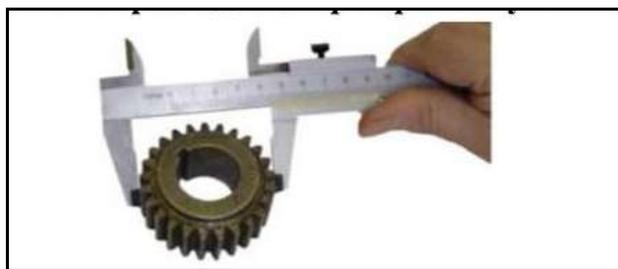

Рис.49 Определение диаметра вершин зубьев колеса
1. Штангенциркулем измерить диаметр вершин зубьев колеса -  $d_a$  (рис. 49);